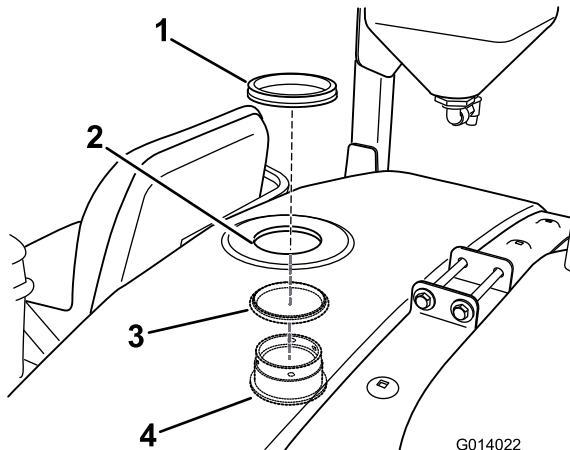

Bild 18
2. Setzen Sie das Schott und den O-Ring von der Innenseite des Behälters durch die zuvor geschnittene Öffnung ein (Bild 18).